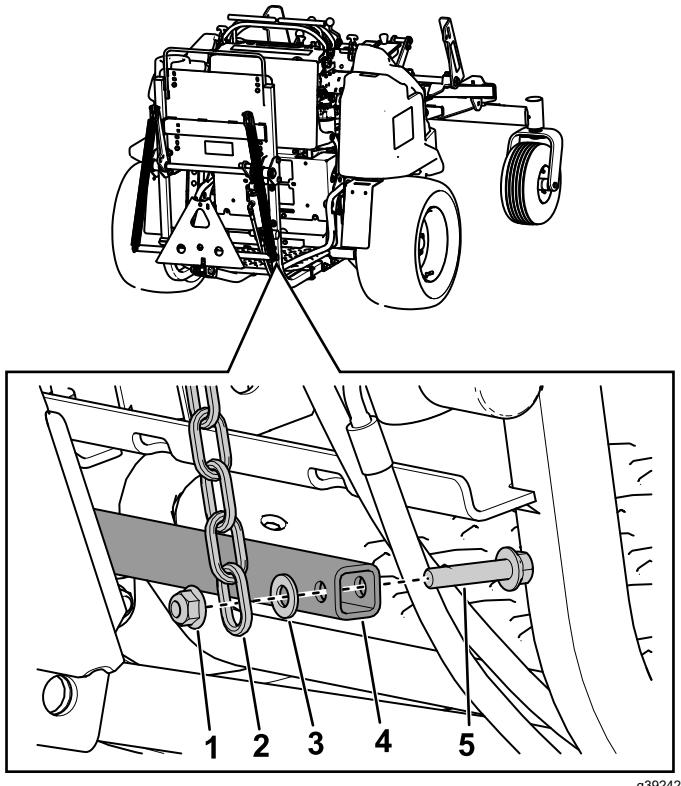

Figure 10
- Fixez le bas des longues chaînes de levage arrière sur le tube d'accrochage au bas du cadre de levage à l'aide des boulons à embase ($\frac{3}{8} \times 1\frac{3}{4}$ po), des rondelles (2/5 po) et des contre-écrous à embase ($\frac{3}{8}$ po), comme montré à la Figure 10.